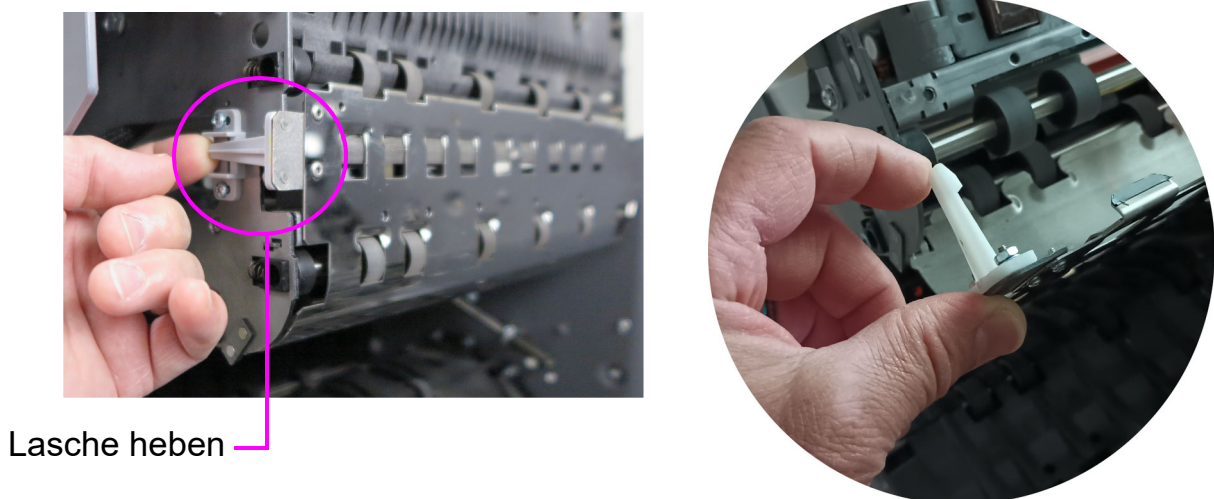

Abbildung 5-2: Zugang zum Rückseitendrucker
2. Heben Sie die Lasche (siehe Abbildung 5-2) vorsichtig an und klappen Sie die Papierführung auf, um die Druckereinheit freizulegen.